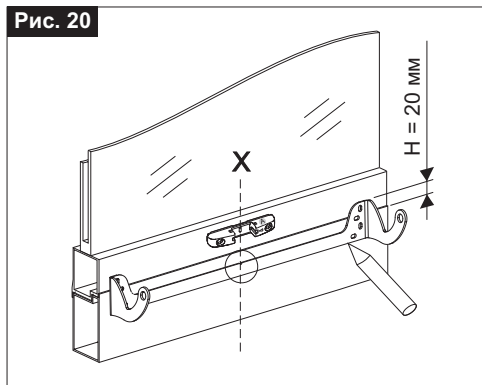

Рис. 21
- 8) **Рис. 21/22-** Просверлите в раме четыре отверстия $\varnothing 3.7$ мм и прикрепите кронштейн саморезами;